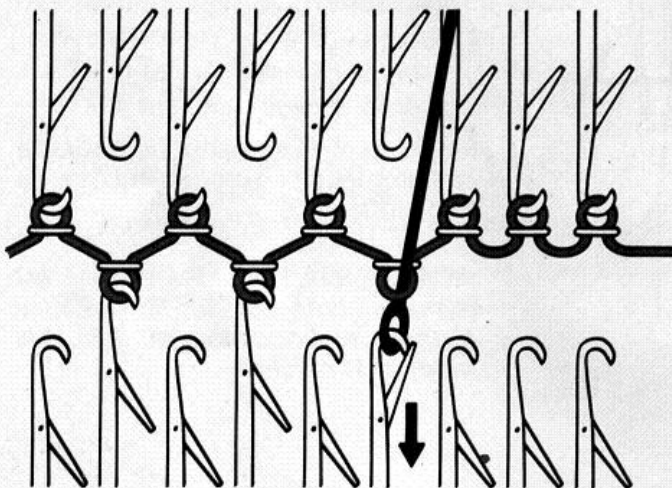

Fig. 39
- Reculer ensuite cette aiguille en position repos A, afin de recueillir la maille sur le poinçon (fig. 39). Décrocher le poinçon du crochet de l'aiguille.